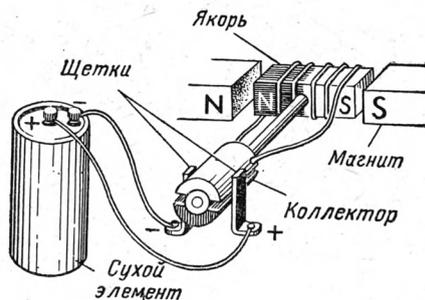

Рис. V.99. Якорь начинает вращаться из-за отталкивания одноименных полюсов самого якоря и магнита, возбуждающего поле.
**Принцип работы простейшего электродвигателя постоянного тока.** Электродвигатели и генераторы во многих отношениях весьма сходны, и в некоторых случаях генераторы могут использоваться в качестве двигателей, а двигатели — в качестве генераторов. В § 8 и 16 отмечалось, что генератор создает ток, когда его проводочная катушка вращается в магнитном поле. Простейший генератор можно превратить в двигатель, преобразующий электрическую энергию в механическую. Для этого следует подсоединить к щеткам батарею так, как показано на рис. V.99. Через обмотки якоря проходит ток. Каждый электромагнит имеет северный и южный полюс, следовательно и якорь имеет северный и южный полюс.